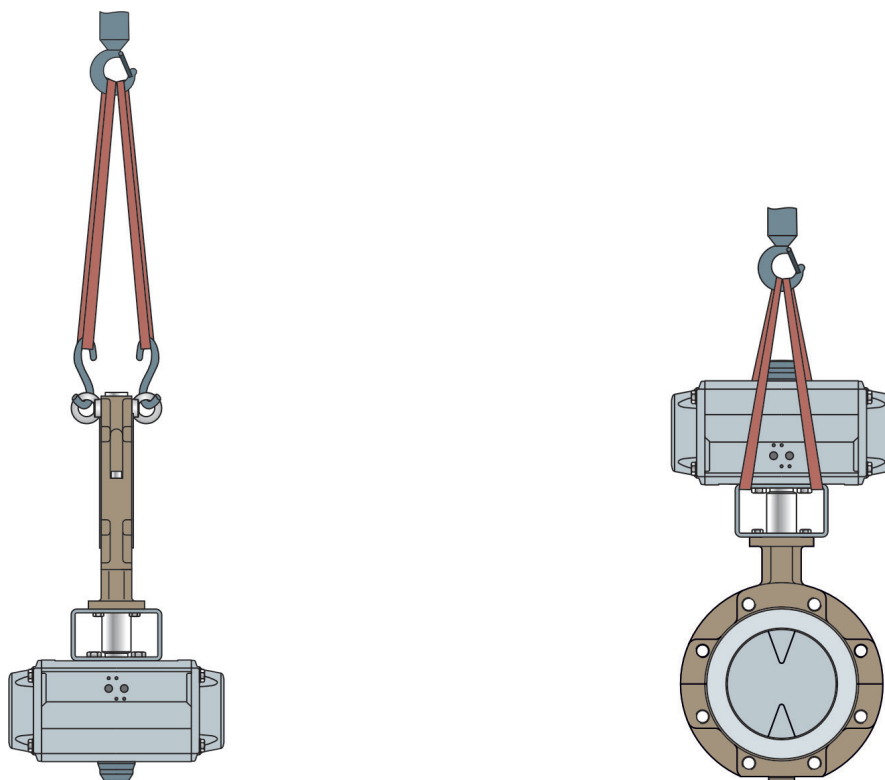

Figura 4-1: Pontos de elevação da válvula borboleta BR 10e
- ⇒ Utilizar um gancho com fecho de segurança como dispositivo de suspensão para que as linguas não possam deslizar do gancho durante a elevação e o transporte, ver figura 4-1.
- ⇒ Fixar cada uma das lingas ao dispositivo de suspensão (p. ex., gancho) da grua ou do empilhador, ver figura 4-1.
- ⇒ Fixar uma linga de elevação à consola e ao dispositivo de suspensão (p. ex., gancho) da grua ou empilhador, ver Figura 4-1. Ter em atenção a segurança, a capacidade de carga e o comprimento das lingas.